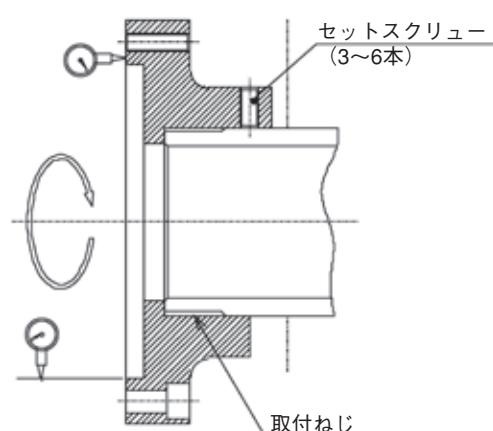

図 11 シリンダアダプタの振れ測定
- シリンダアダプタの面振れ及びインローの振れは 0.005mm 以下にして取付ること。（図11）
- シリンダアダプタの緩み止めのセットスクリューを必ず設けてください。（図11）